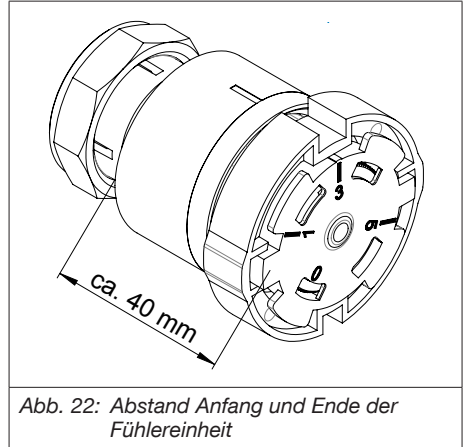

Abb. 22: Abstand Anfang und Ende der Fühlereinheit
(1) Anzeigestrich
- Der Abstand zwischen Anfang und Ende der Fühlereinheit muss ca. 40 mm betragen (siehe Abb. 22 auf Seite 17).